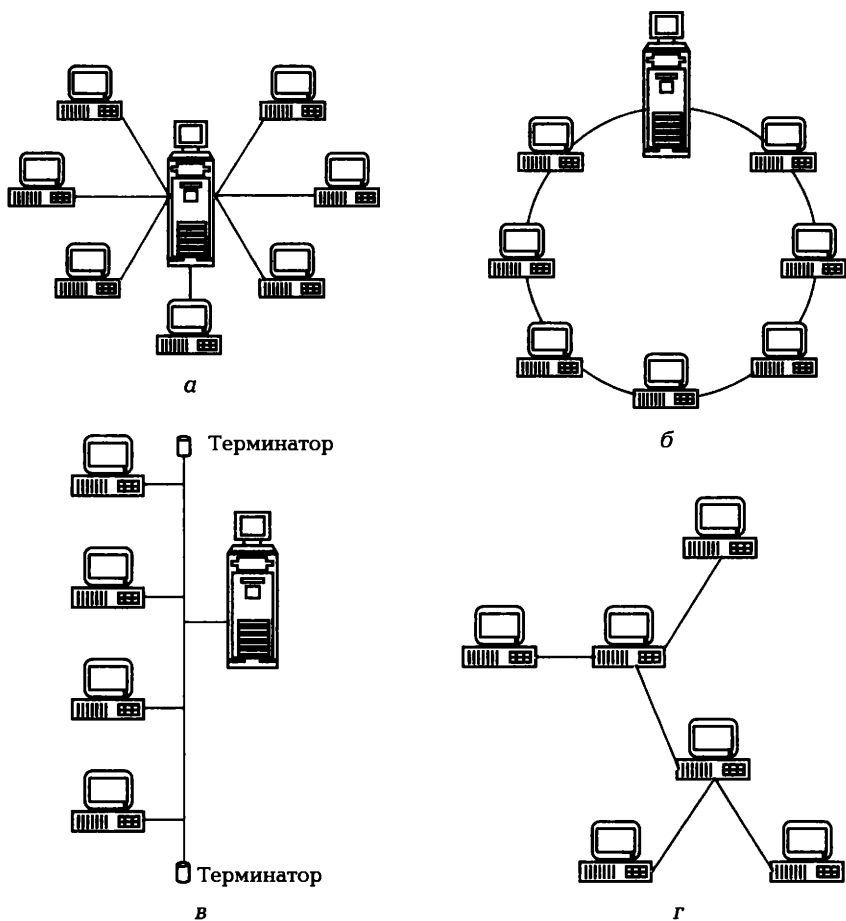

Рис. 8.5. Основные топологии сетей:
В сети с топологией «звезда» файловый сервер располагается в центре, как показано на рис. 8.5, а. Сеть такого типа имеет следующие преимущества: повреждение кабеля одного ПК не сказывается на работе всей сети; подключение не представляет сложности, по-
Топология, представленная на рис. 8.5, а, носит название «активная, или истинная, звезда». Существует также топология, называемая «пассивной звездой», которая внешне похожа на звезду, но в центре сети с данной топологией помещается не компьютер, а специальное устройство — концентратор или, как его еще называют, хаб (hub), которое восстанавливает приходящие сигналы и пересылает их во все другие линии связи. Топология «пассивная звезда» достаточно распространена и используется в сети Ethernet.
В случае *кольцевой топологии* все рабочие станции и сервер соединены между собой по кольцу, по которому посылаются данные и адрес получателя (рис. 8.5, б). Достоинства кольцевой топологии: существенное сокращение времени доступа к данным; отсутствие ограничений на длину сети. Недостатки: выход из строя одной рабочей станции может привести к отказу всей сети, если не используются специальные переходные соединения; подключение новых рабочих станций требует отключения всей сети. Такая топология используется в сетях Token Ring/IEEE 802.5 и FDDI.
*Шинная топология* сети (рис. 8.5, в) предполагает наличие центральной линии, к которой подключены сервер и отдельные рабочие станции. Шинная топология широко распространена благодаря малому расходу кабеля, высокой скорости передачи данных; возможности подключения и отключения рабочих станций без прерывания работы всей сети; возможности коммутации между собой рабочих станций без помощи сервера. Для исключения затухания электрического информационного сигнала вследствие переотражений в линии связи такой сети на концах линии устанавливаются специальные заглушки, называемые терминаторами. Недостатки шинной топологии: обрыв кабеля приводит к выводу из строя всего участка сети от места разрыва. Кроме того, имеется возможность несанкционированного подключения к сети, поскольку для увеличения числа рабочих станций нет необходимости прерывания работы сети.
*Топология дерево (tree)* (рис. 8.5, г) представляет собой комбинацию нескольких звезд. Причем, как и в случае звезды, дерево может